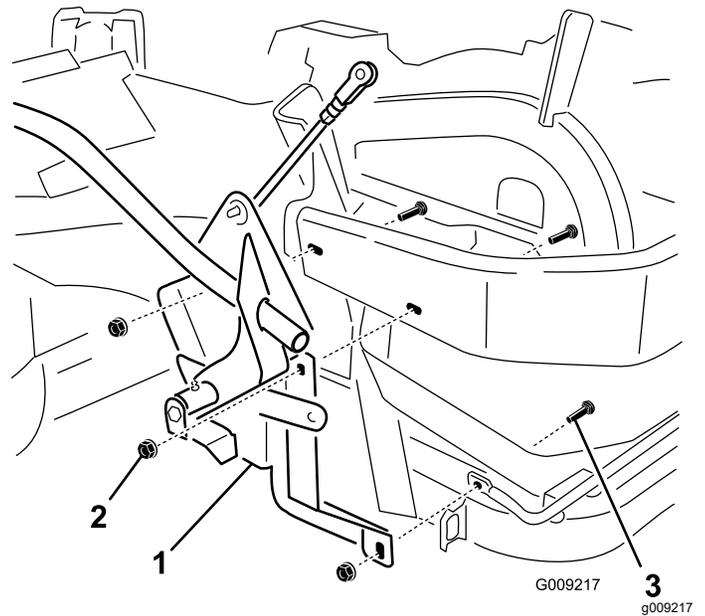

Figure 7
- Fixez la poignée et le support sur le côté de la machine à l'aide de 3 boulons de carrosserie ( $\frac{3}{8}$  x  $1\frac{1}{4}$  po) et de 3 écrous à embase (grande embase –  $\frac{3}{8}$  po), comme montré à la Figure 7.